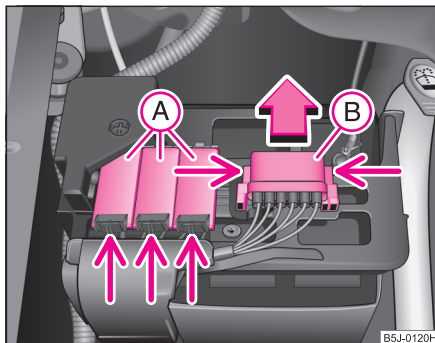

Fig. 169 Bateria: Capacul suportului de siguranțe
- Apăsați elementele de fixare ale capacului suportului de siguranțe (A) ⇒ fig. 169 și deschideți capacul.
- Concomitent apăsați elementele de fixare ale capacului suportului de siguranțe (B) și împingeți capacul în sensul indicat de săgeată.
- Unele autovehicule sunt prevăzute numai cu capacul (B) ⇒ fig. 169. ■